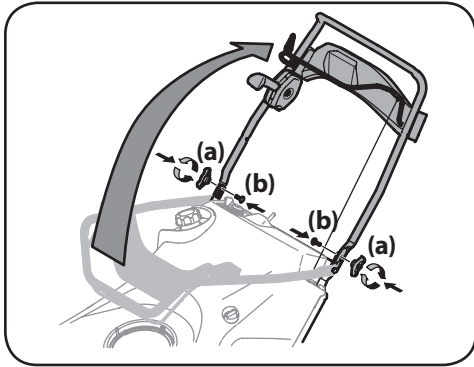
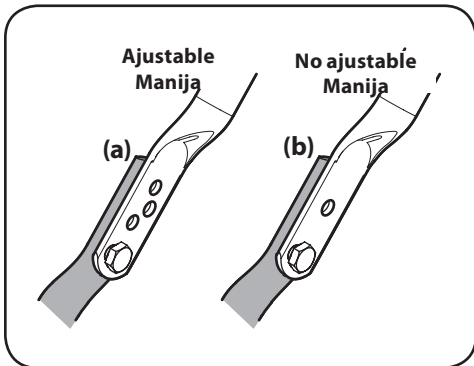

Figura 2-3
Figura 2-4
2. Gire la manija superior a la posición de funcionamiento. Asegúrese de no apretar los cables en el proceso. Consulte la Figura 2-3.
3. Consulte Figura 2-4. En los modelos con mango ajustable (a), continúe con el Paso 4. En los modelos sin manija ajustable (b), vuelva a colocar los herrajes que extrajo en el Paso 1. para asegurar la manija de un martillo en su lugar. Consulte la Figura 2-3. Para los modelos sin manija ajustable (b), continúe con la Instalación del canal.